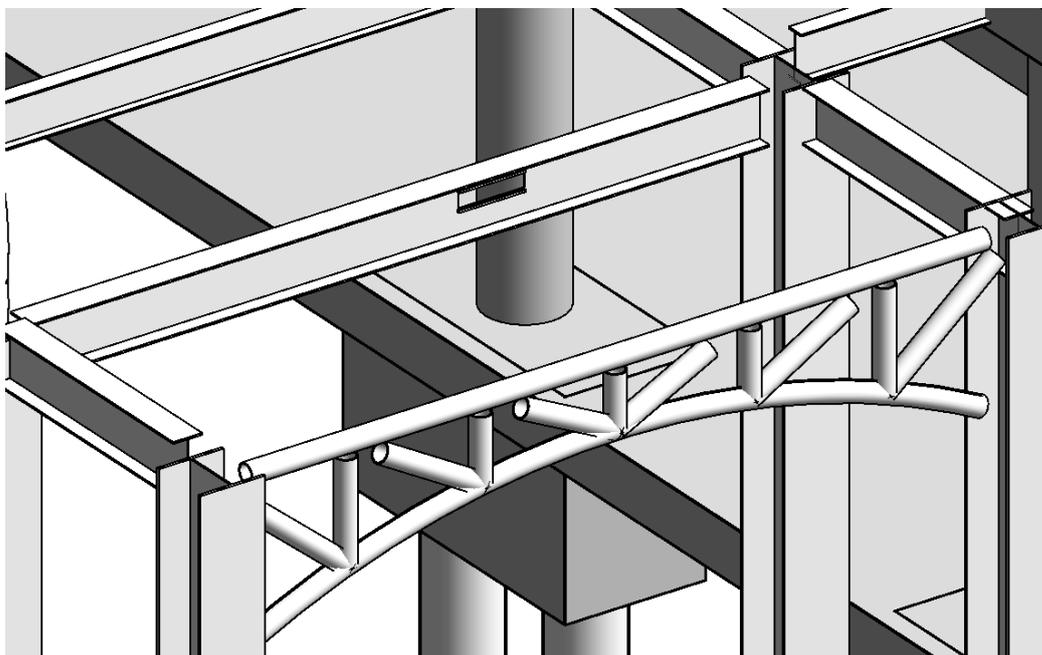

Рис.15.3. Балка с отверстием
- Обратите внимание на первую балку после фермы. В ней есть отверстие (рис.15.3).